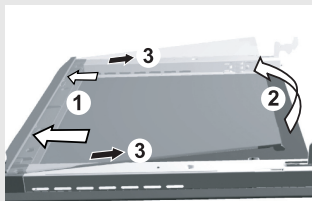

Figura 1
- Pegar no vidro pela parte inferior. Puxá-lo delicadamente para si, depois levantá-lo levemente – mas não muito – (de 10 mm no máximo) até o canto do suporte sair da fenda (figura 1).